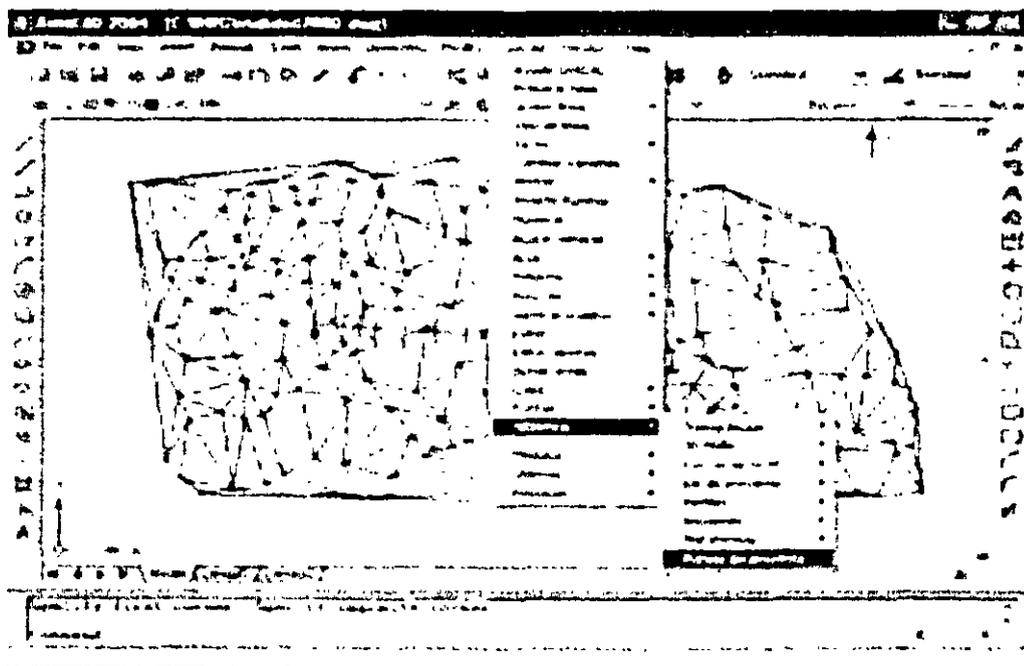

Fig. 30: Generación puntos de proyecto
2. Active la rutina para generar puntos de proyecto (Altimetría → Puntos de Proyecto). Luego seleccione el eje de proyecto y las estaciones por medio de una ventana de selección. Deberán aparecer los puntos de proyecto y las líneas límite automáticamente dibujadas (fig. 30)